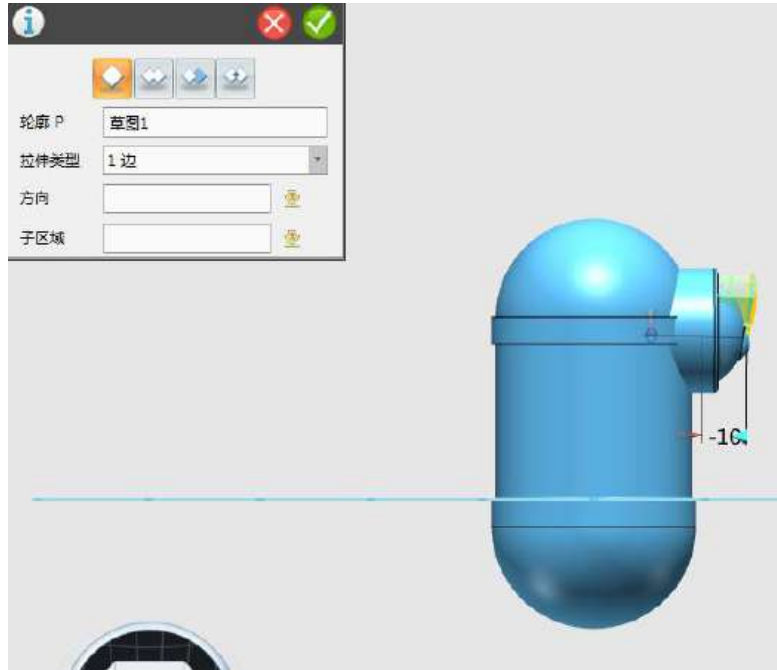

图 1-21
Step 21 点击左视图，选择拉伸命令，对草图进行拉伸操作，拉伸值为-10，如下图 1-21 所示：